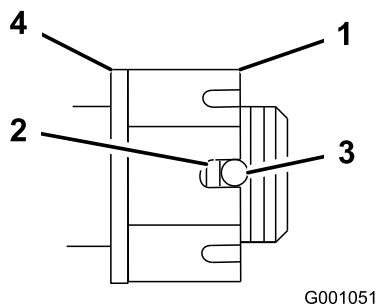

Figure 51
4. Serrez l'écrou crénelé à 170 N·m (Figure 51).
5. Mesurez l'espace entre la base de la fente de l'écrou et le bord intérieur du trou. Deux filets ou moins doivent être visibles (Figure 51).
7. Serrez l'écrou crénelé à 170 N·m (Figure 51).
8. Serrez l'écrou jusqu'à ce que la série de fentes suivante soit en face du trou de l'axe (Figure 51).